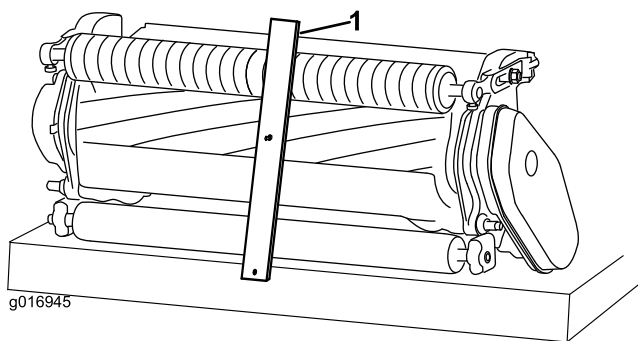

Рисунок 11
3. Зацепите головку винта за режущую кромку неподвижного ножа и приложите заднюю часть планки к задней части ролика (Рисунок 11).